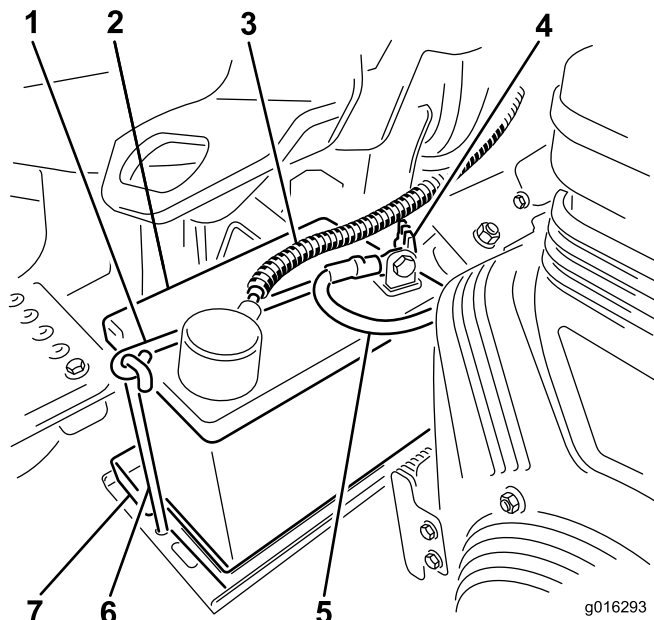

Figura 8
7. Posizionate la batteria nel portabatterie e fissatela con il morsetto e gli elementi di fissaggio precedentemente rimossi (Figura 8).
8. Collegare il cavo positivo (rosso) al morsetto positivo (+) e il cavo negativo (nero) al morsetto negativo (-) della batteria, e fissateli con i bulloni e i dadi (Figura 8).